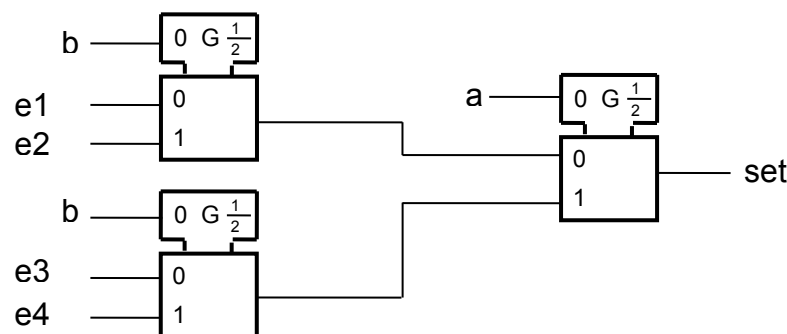

Abbildung 1.2
- (f) Ihr Chef hat vor seinem Urlaub die in Abb. 1.2 dargestellte Implementierung für die set-Logik skizziert. Beschalten Sie die Eingänge e1 ... e4 passend!